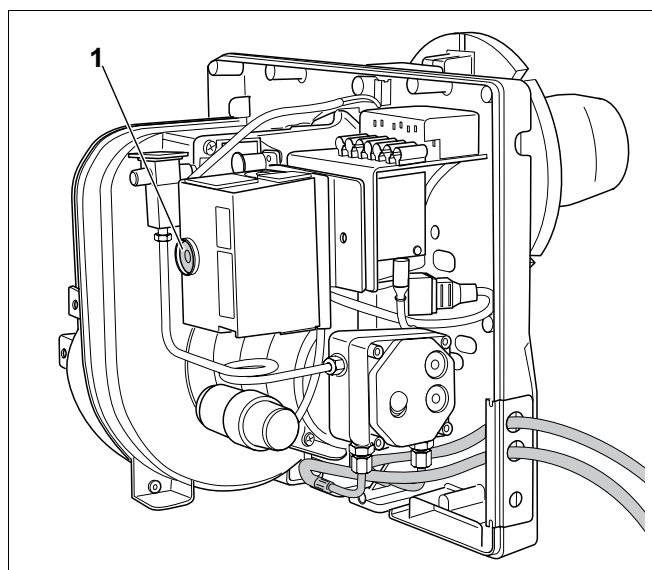

Рис. 10 Кнопка подавления помех и сигнальная лампа
- Выпускайте воздух из системы с помощью встроенного топливного насоса без повторного нажатия кнопки подавления помех (рис. 10, поз. 1).
- Нажмите кнопку подавления помех (рис. 10, поз. 1, стр. 16).
- По истечении времени ожидания, составляющего примерно 50 секунд, нужно разблокировать автомат горения дизельного топлива, нажав кнопку подавления помех (рис. 10, поз. 1, стр. 20).